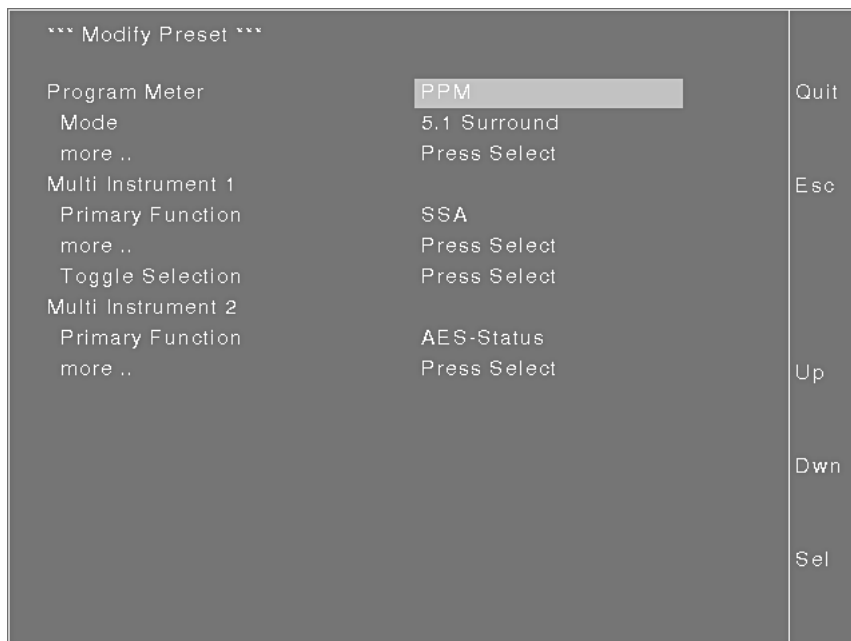

Bild D 5-2: Das Menü „Modify Preset“ des SurroundMonitor 10600/10660-VID
- Im Menü **Modify Preset** (Bild D 5-2):